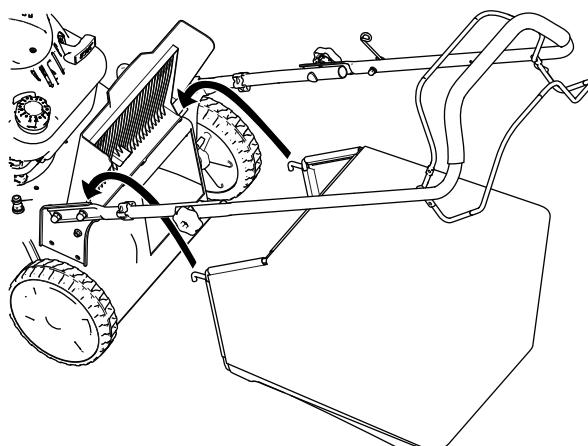

Figura 17
2. Levante y sujeté la tapa trasera (Figura 17).
3. Instale el recogedor, asegurándose de que los pasadores del recogedor descansan en las muescas del manillar (Figura 17).
1. Levante y sujeté la tapa trasera (Figura 17).